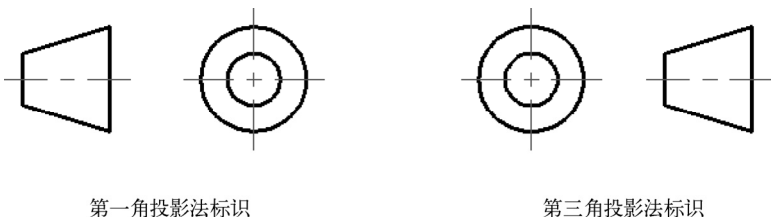

图 9-49 根据图形参考创建两个图块
- (1) 如何理解图块的含义？
- (2) “创建块”按钮和“写块”按钮在应用上有什么异同之处？
- (3) 如何理解属性定义的概念？
- (4) 如何将属性附着到块上？将属性附着到块上有什么用处？
- (5) 如何更改在插入带属性的块时出现的提示的显示顺序？
- (6) 如何清理块定义？注意在清理块定义之前必须先删除块的全部参照。
- (7) 请分别绘制图 9-49 所示的两组图形，具体尺寸自行设定，并分别将这两组图形创建成块。